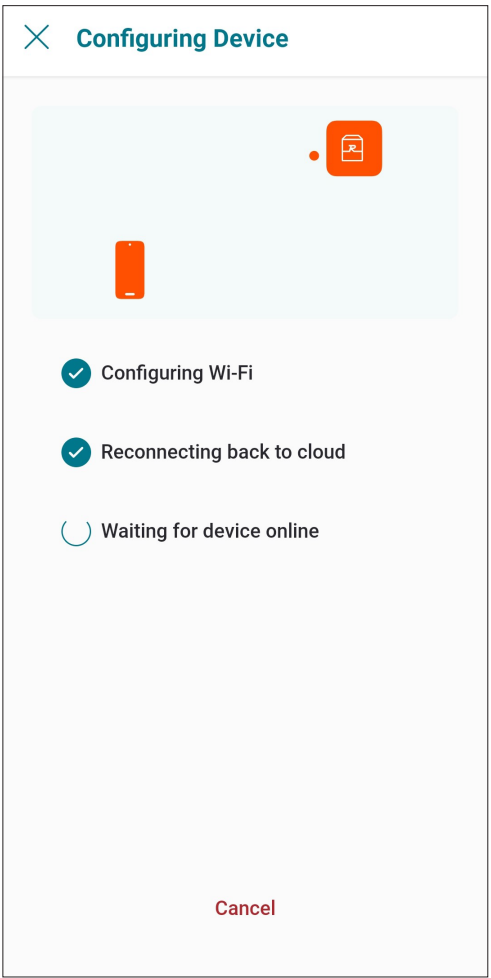

Figure 87. Configuration de l'appareil
- L'appli Raymote transmet les identifiants réseau Wi-Fi à votre appareil. Cela pourrait nécessiter quelques secondes, voir **Figure 87**.